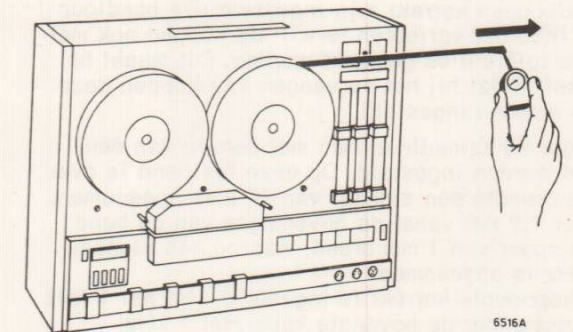

Fig. 12
- De remkracht van de linker en rechter spoelschotel moet ca. 600 grcm bedragen. Deze kracht kan worden gemeten met behulp van een volle spoel en een veerdrukmeter, zoals in Fig. 12 is aangegeven. De meter moet voor de diverse spoeldiameters de volgende waarden aangeven: